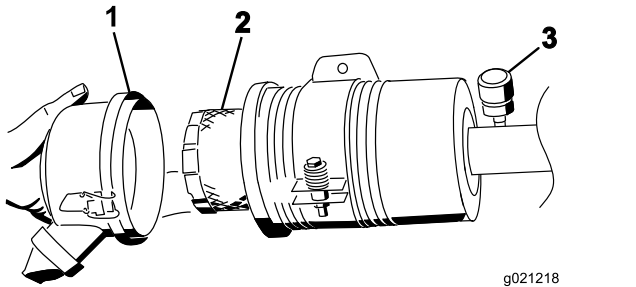

Bild 58
3. Nehmen Sie den Filter heraus und wechseln Sie ihn (Bild 58).